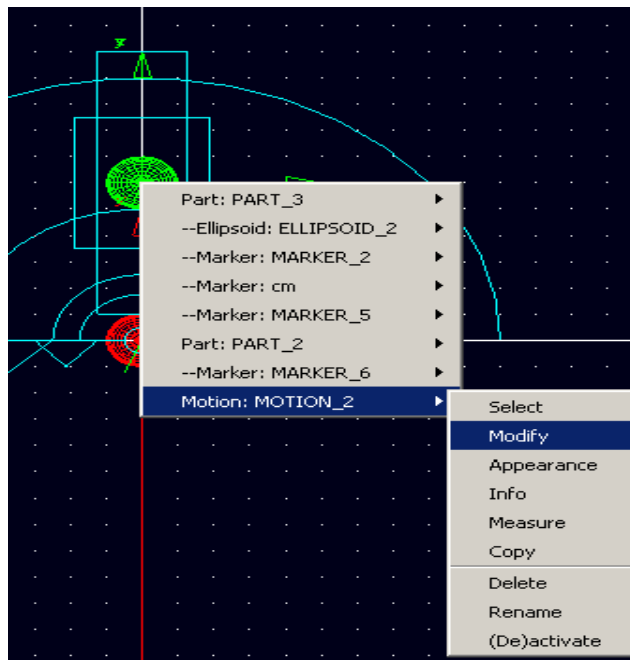
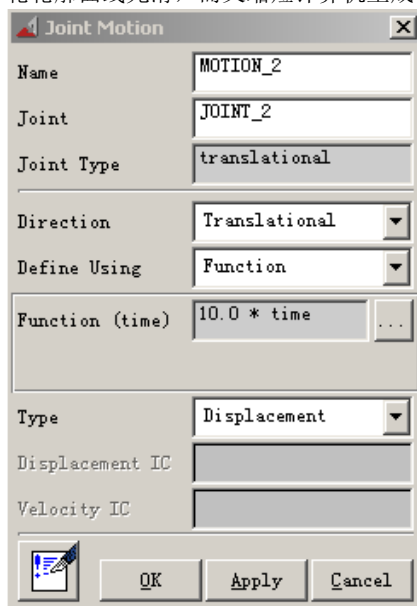

图 3-6 重新设置移动驱动的参数
图 3-7 Joint Motion 对话框
3.7 在球体 (PART\_3) 上点击鼠标右键, 选择 Motion: MOTION\_2 → Modify, 如图 3-6 所示。出现 Joint Motion 对话框, 如图 3-7 所表示, 接着点击 Function Builder 图标 , 出现 Function Builder 对话框。